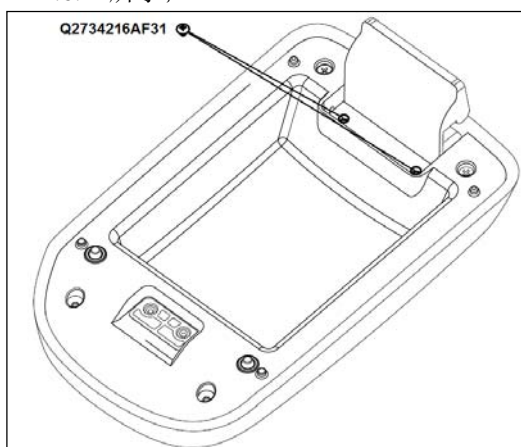

图 1.6.20 副仪表板扶手组件的分拆 1
- (2) 用十字螺丝刀将固定扶手翻转铰链和扶手内板的两个螺钉(Q2734216AF31十字大半圆头自攻螺钉)依次松开,取下翻转铰链;然后用十字螺丝刀把固定扶手内、外板的四个螺钉(Q2783595AF31十字槽沉头自攻螺钉),最后将扶手内、外板拆开。如图1.6.20、1.6.21所示;